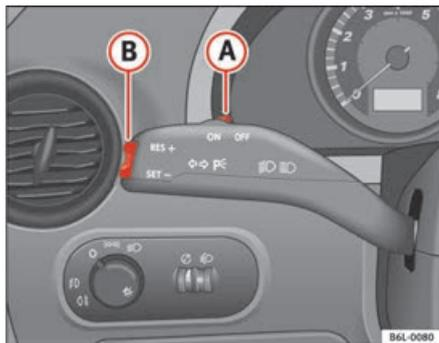

Fig. 107 Alavanca dos indicadores de direcção e máximos: comando e interruptor basculante para o regulador de velocidade
- Premir brevemente a parte inferior do interruptor basculante **SET** ⇒ fig. 107 **B** uma vez, quando tiver sido atingida a velocidade que se pretende memorizar.